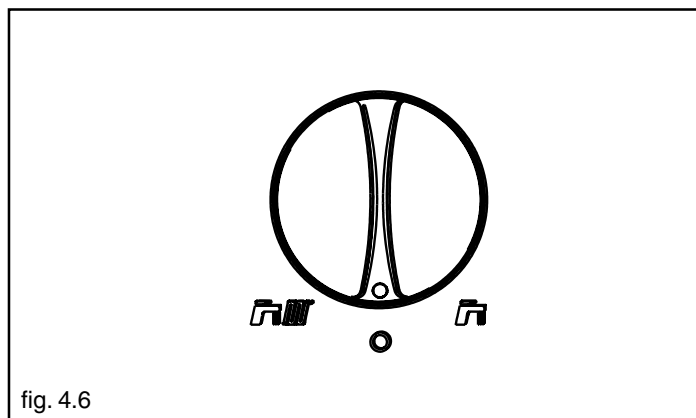

fig. 4.6
Posizionare il selettore di funzione su "○" (OFF RESET) (fig. 4.6), attendere 5-6 secondi e riportarlo quindi nella posizione desiderata: estate o inverno (fig. 4.2).
- posizionare il selettore di funzione su "○" (OFF RESET) (fig. 4.6)